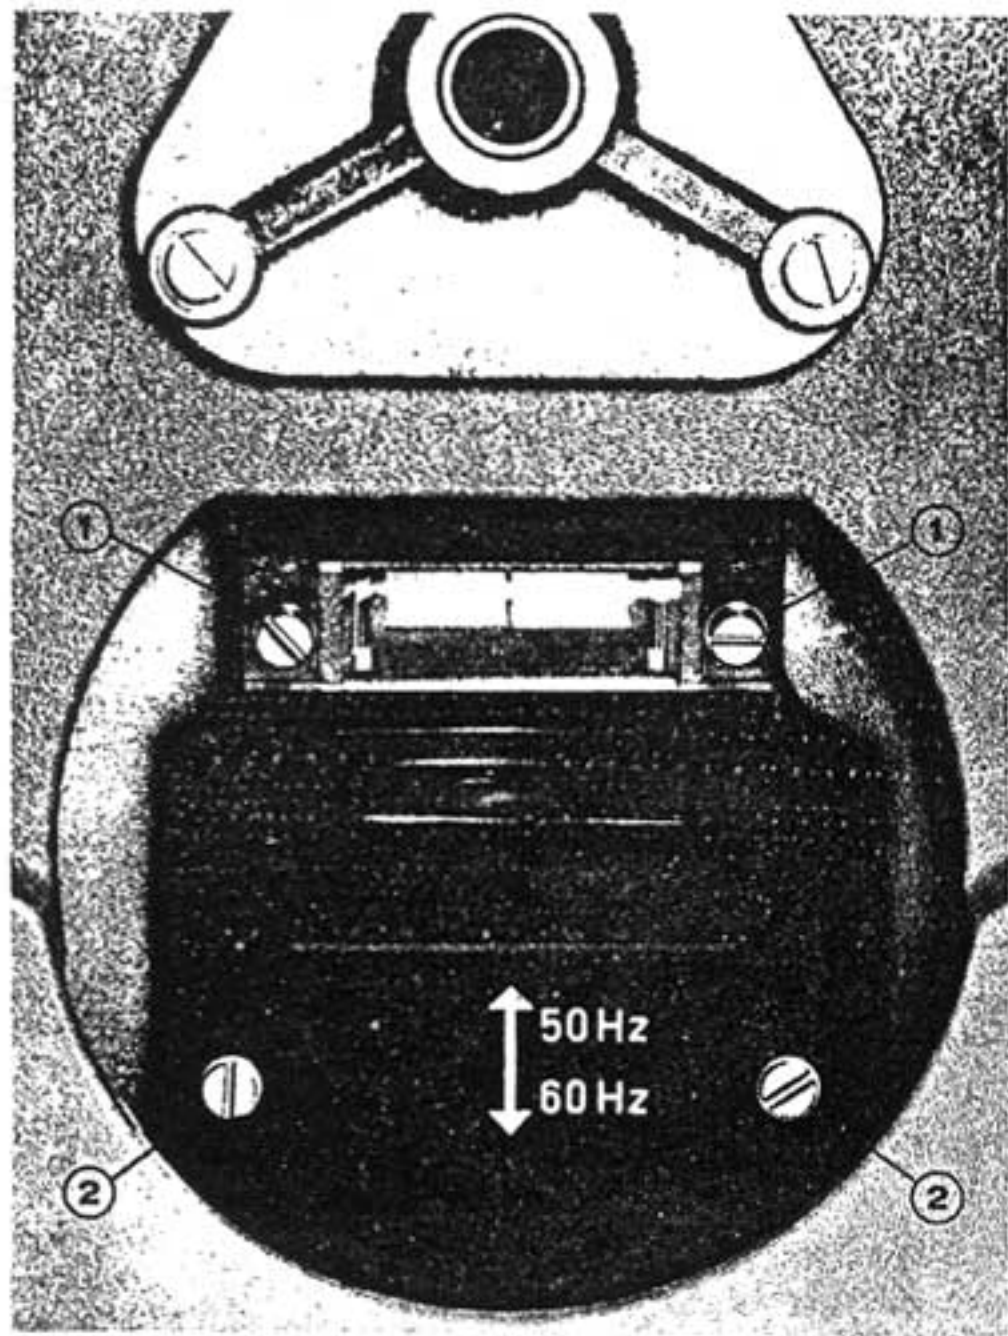

FIG. 3
Beide Plattenteller abnehmen. An der Oberkante der schwarzen Stroboskopplatte ist die Glimmlampe unter einer Zylinderlinse angebracht. Nach Lösen der beiden Schrauben Bild 3, (1) links und rechts neben der Zylinderlinse kann diese und die darunter liegende Glimmlampe mit ihrem Plastikgehäuse abgehoben werden. Danach lassen sich die beiden Kabelschuhe der Zuleitung entfernen.
Remove the inner and outer turntable, the neon bulb is then accessible, located under a cylindrical lens at the upper edge of the black stroboscope plate. After unscrewing both screws Fig. 3, (1) left and right beneath the lens, the lens and the neon bulb in its plastic housing can be removed. Then both lead terminals may be pulled off the neon bulb.
Normally it is not necessary to replace these parts, but the mirror and the lens system may be soiled after a certain time. To clean this system unscrew both screws Fig. 3 (2) and remove the entire neon bulb carrier with the lens system.
Ein Auswechseln dieser Teile dürfte normalerweise unnötig sein. Jedoch können Spiegel und Linsenprisma im Laufe der Zeit verschmutzen. Zur Reinigung entferne man die beiden Schrauben, Bild 3 (2). Dann lässt sich der Glimmlampenträger mit dem Linsenprisma abnehmen.